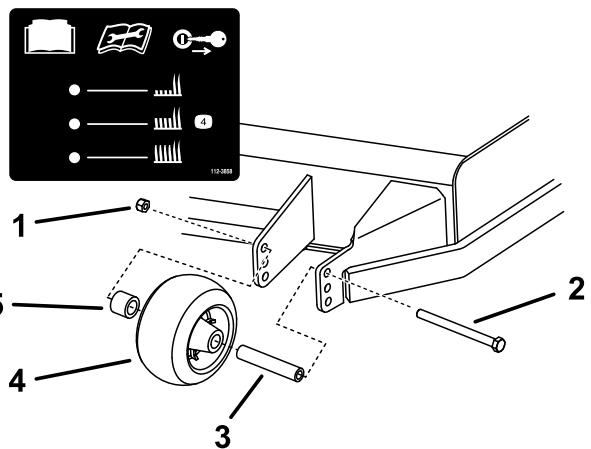
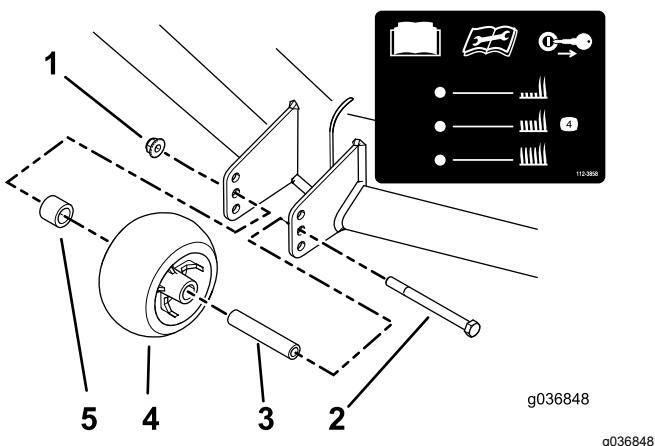

Figura 30
Figura 31
3. Remova os rolos antidanos como se mostra na Figura 30 e na Figura 31.